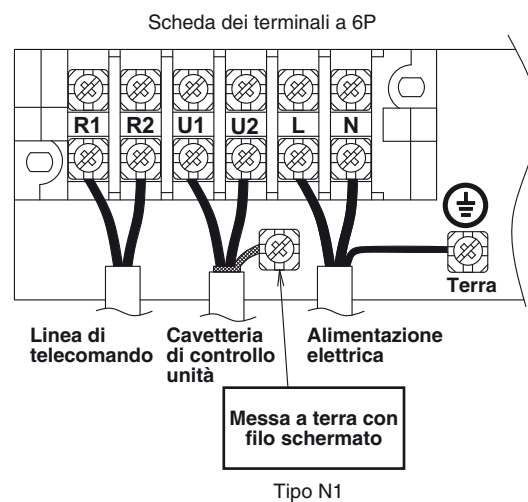

Fig. 4-2
- (1) Per una spiegazione di "A", "B", "C", "D" ed "E" nei diagrammi che seguono, consultare la sezione 4-2 "Lunghezza e diametro raccomandati dei fili per il sistema di alimentazione".
- (2) Lo schema di collegamento di base dell'unità interna mostra la scheda dei terminali; la scheda installata nell'unità in uso potrebbe tuttavia differire. (Fig. 4-2)
- (3) L'indirizzo del circuito refrigerante (R.C.) deve venire impostato prima di accendere il sistema.
- (4) Per quanto riguarda l'impostazione dell'indirizzo del circuito del refrigerante (R.C.) si prega di vedere le istruzioni per l'installazione fornite con il telecomando (opzionale). L'impostazione automatica dell'indirizzo può essere eseguita automaticamente dal telecomando. Anche per questa operazione si prega di vedere le istruzioni per l'installazione fornite con il telecomando (opzionale).